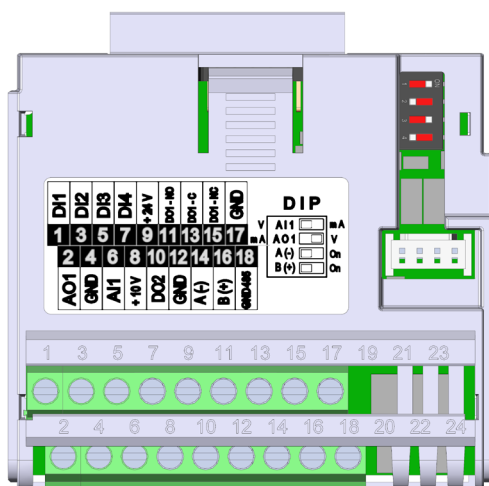

Figura 20.1: Modulo plug-in CFW500-IOS
Il modulo plug-in CFW500-IOS dispone solo di un'interfaccia seriale (1) attraverso la porta RS-485 ai morsetti 14 (A-) e 16 (B+), vedere Figura 20.1 a pagina 20-1. Si veda anche che il GND485 sul morsetto 18 è isolato dal GND sui morsetti 17 e 4.